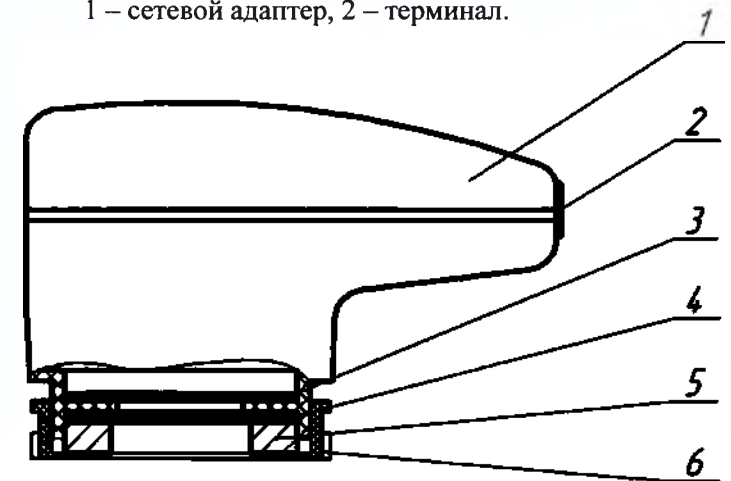
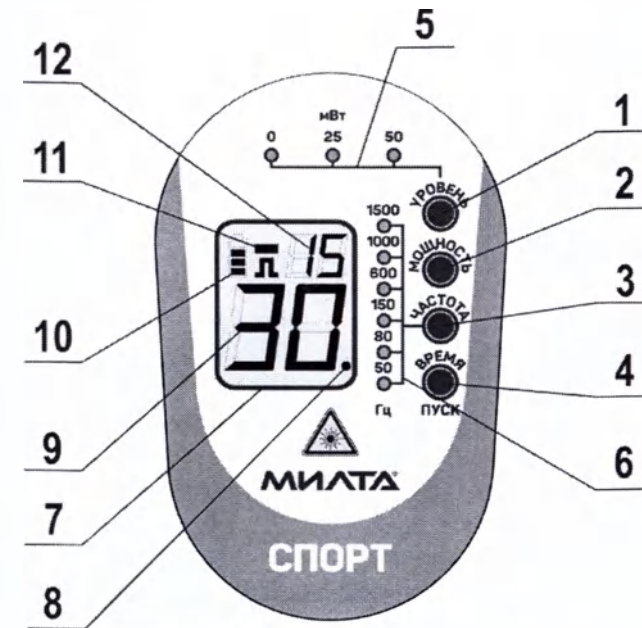
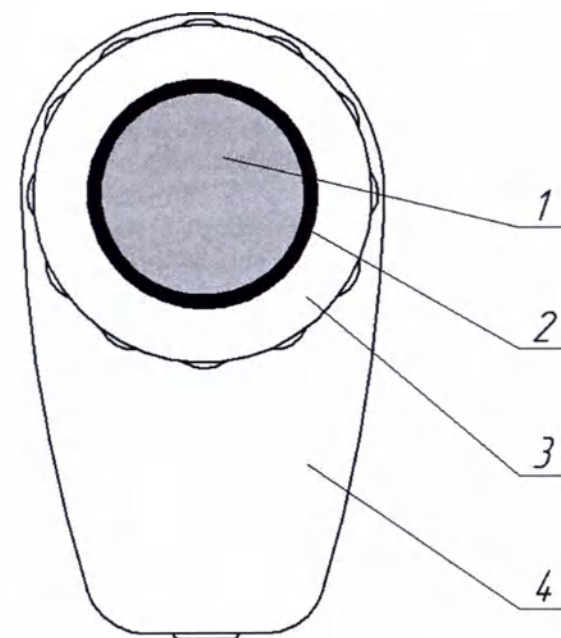

Рис. 2. Терминал аппарата (вид сбоку).
Рис. 3. Терминал (вид сверху).
Рис. 4. Терминал (вид снизу).
5.1.3. Терминал обеспечивает физиотерапевтическое воздействие на пациента. Терминал (рис. 2) состоит из корпуса 1 и гайки 6. Внутри корпуса терминала размещены: разъём 2 для подключения сетевого адаптера, съёмный постоянный магнит 5, плата излучателей 3, закрытая ИК-фильтром 4. Плата излучателей (рис. 4), закрытая ИК-фильтром, имеет выходное окно 1 и содержит лазерные, светодиодные излучатели и фотодиод контроля наличия излучения. Съёмный магнит 2 устанавливается в корпус 4 и крепится при помощи гайки 3. На верхней крышке корпуса терминала (рис. 3) размещены: кнопка 1 установки уровня мощности светодиодных ИК-излучателей «УРОВЕНЬ», кнопка 2 установки уровня мощности лазерного излучения «МОЩНОСТЬ», кнопка 3 выбора частоты следования импульсов лазерного излучения «ЧАСТОТА» и кнопка 4 ввода аппарата в активный режим, установки времени излучения, запуска и остановки излучателей «ВРЕМЯ/ПУСК»). Выбранный уровень мощности излучения ИК-светодиодов отображается светодиодами 5, установленная мощность лазерного излучения отображается на табло 12 цифрового индикатора 7, а выбранная частота повторения импульсов - светодиодами 6. Требуемое время излучения устанавливается кнопкой 4 и отображается на табло 9 цифрового индикатора 7. Табло 11 индикатора 7 отображает наличие лазерного (прямоугольный импульс) и светодиодного (горизонтальная полоска) излучений. На табло 10 значком батарейки отображается степень зарядки аккумулятора. Кнопка-индикатор 8 отображается после включения аппарата кнопкой «ВРЕМЯ/ПУСК» в режим излучения. Переход аппарата в неактивный режим, когда на индикаторе отображается только степень зарядки аккумулятора, происходит автоматически через 25-30 секунд после окончания лечебной процедуры, если в течение этого времени не нажата ни одна из кнопок на аппарате.
5.2.2. Аппарат включается нажатием кнопки 4 «ВРЕМЯ/ПУСК» (рис. 3). При этом на лицевой панели терминала загораются индикаторные светодиоды, соответствующие предустановленным значениям из индикаторных линеек светодиодов 5 и 6, а также цифровой индикатор 7.
5.2.4. Фоторегистратор позволяет определять наличие излучения по сигналу, отражённому от облучаемой поверхности. При поднесении работающего в режиме излучения аппарата к листу белой бумаге, коже человека или иной светлой поверхности светящаяся горизонтальная полоска 11 (*рис. 3*) на табло наличия излучения сигнализирует о наличии непрерывного инфракрасного светодиодного излучения, а светящийся прямоугольный значок импульса – о наличии импульсного лазерного излучения.
7.4. При работе от сети и (или) для подзарядки аккумулятора подключите сетевой адаптер к терминалу при помощи разъёма и включите вилку сетевого адаптера в сеть. Для работы в автономном режиме перейдите к п.7.5. Процесс подзарядки аккумулятора отображается «бегущей» индикацией индикаторных диодов 6 (рис. 3). Состояние заряженности аккумулятора отражается в соответствии с п. 5.1.5. По мере достижения полного заряда аккумулятора аппарат самостоятельно прекратит подзарядку. После этого можно отключить сетевой адаптер от сети и от терминала.
8.9. В аппарате предусмотрена возможность работы отключения любого из факторов воздействия. Для отключения инфракрасных светодиодов кнопкой 1 «УРОВЕНЬ» установите нулевое значение уровня мощности ИК-светодиодного излучения, отображаемого на индикаторных светодиодах шкалы 5. Для отключения лазера установите кнопкой 2 «МОЩНОСТЬ» значение «0» на табло 12 индикатора 7. Для работы без магнитного поля отверните гайку 3 корпуса терминала 4 (рис. 4), извлеките магнит 2 и заверните гайку. Дальнейший порядок работы совпадает с описанным выше (п.п. 8.1-8.8).